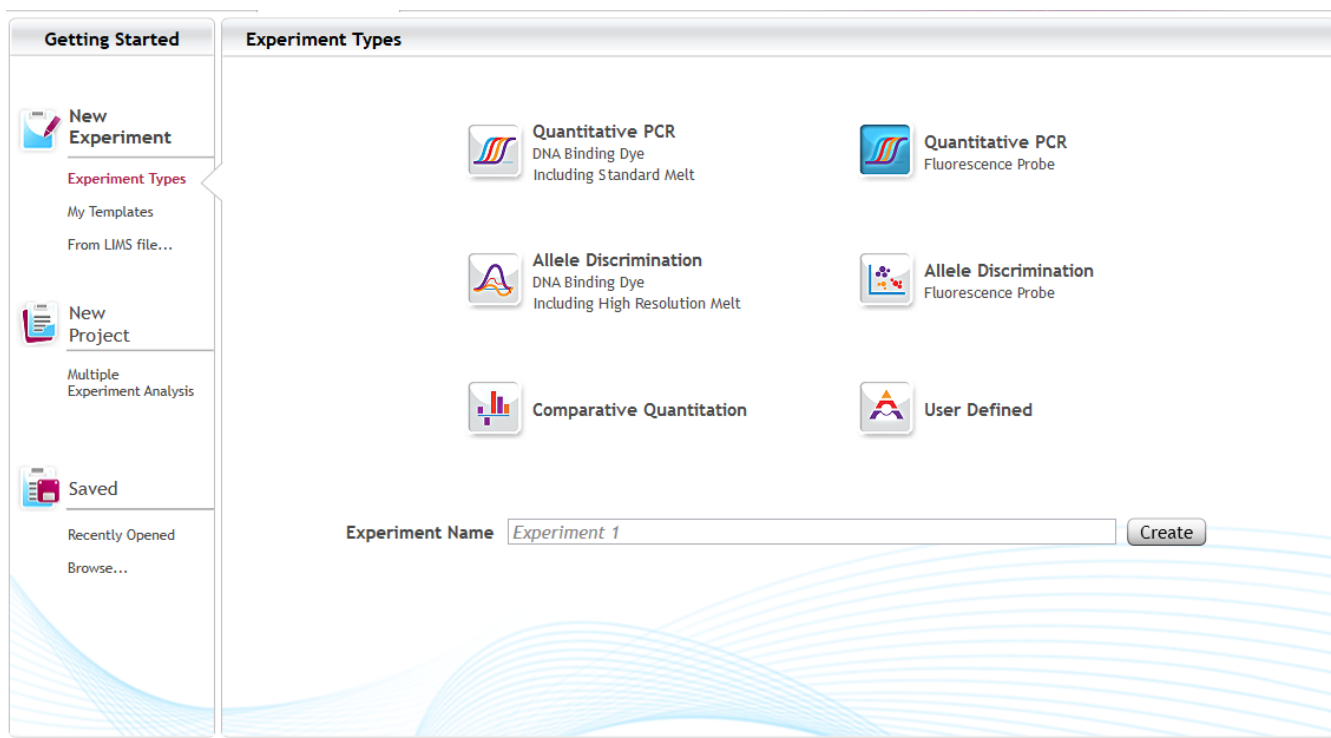

Figura 2 Tela Getting Started do Aria — **Quantitative PCR, Fluorescence Probe** selecionada
- 3 No centro da tela, selecione **Quantitative PCR, Fluorescence Probe**, como mostrado na **Figura 2**.